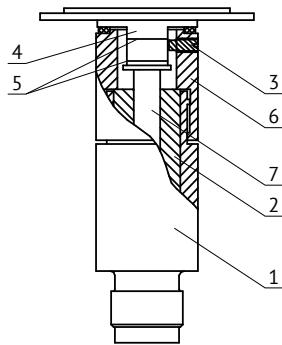

Рис. 5. Устройство ИПС для МП-6...МП-16.
6.3 Разберите ИПС, для чего: выкрутите стопорный винт и выньте поршень с грузоприёмным устройством, а затем цилиндр. В исполнении гайки 6 (Рис. 5, 6) без стопорного винта 3 необходимо ее открутить и осторожно снять вместе с поршнем и грузоприемным устройством. Далее извлеките цилиндр, а гайку снимите с поршня.
6.13 Смажьте поршень ИПС маслом, аккуратно подведите нижний конец поршня к отверстию в цилиндре и осторожно вставьте. В случае исполнения гайки без стопорного винта необходимо сначала поршень вставить в смещеннное отверстие гайки 6, рис. 5, 6.